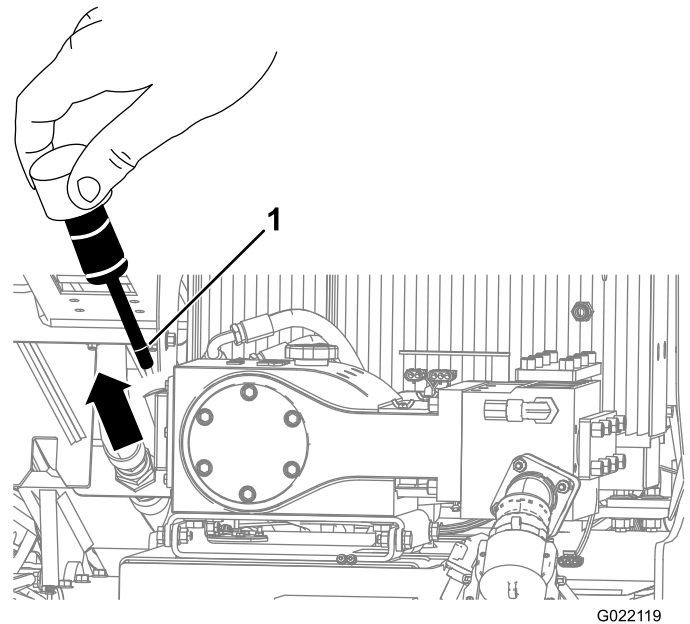
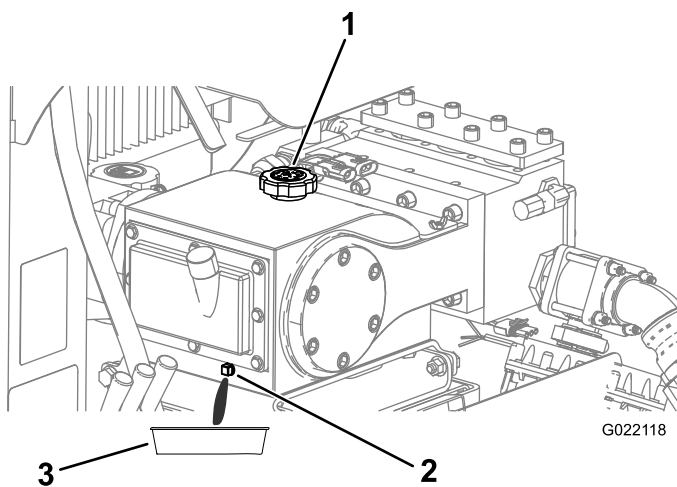

Figure 147
Figure 148
3. Retirez la jauge (Figure 147).
4. Vérifiez que le niveau d'huile atteint le trait de remplissage, comme montré à Figure 147.
4. Enlevez le bouchon de vidange et placez un bac de vidange sous le trou du bouchon de vidange (Figure 148).
6. Attendez que toute l'huile s'écoule dans le bac de vidange (Figure 148).
8. Enlevez le bouchon de remplissage (Figure 148) et ajoutez environ 1,9 L (2 ptes) d'huile, ou suffisamment d'huile pour que le niveau atteigne le trait de remplissage sur la jauge, comme montré à la Figure 147.